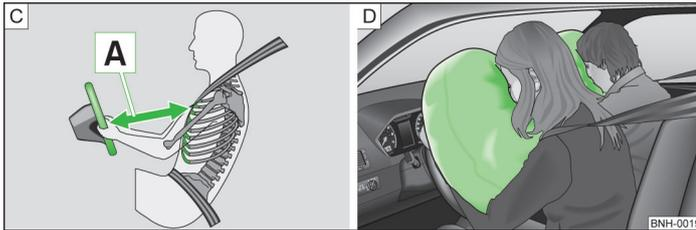

Abb. 113 Sicherer Abstand zum Lenkrad / gasgefüllte Airbags
Werden die Airbags ausgelöst, entfalten sich diese vor dem Fahrer und Beifahrer » Abb. 113 - B. Beim Eintauchen in den voll aufgeblasenen Airbag wird die Vorwärtsbewegung des Fahrers und Beifahrers gedämpft und das Verletzungsrisiko für Kopf und Oberkörper reduziert.
- Für den Fahrer und Beifahrer ist es wichtig, einen Abstand von mindestens 25 cm zum Lenkrad bzw. zur Schalttafel einzuhalten A » Abb. 113. Wenn Sie den Mindestabstand nicht einhalten, kann Sie das Airbag-System nicht schützen - Lebensgefahr! Außerdem müssen die Vordersitze und die Kopfstützen immer der Körpergröße entsprechend richtig eingestellt sein.